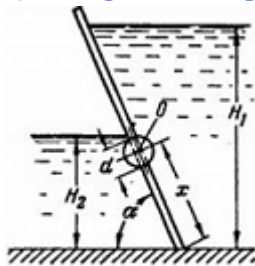

Рис. 2
2. Щитовой затвор должен автоматически опрокидываться для пропуски воды при уровне последней $H_1 \geq 6$ м. Щит поворачивается на цапфах О диаметром $d = 0,4$ м, имеющих коэффициент трения $f = 0,2$. Ширина щита $B = 8$ м, его угол наклона $= 60^\circ$. Под щитом имеется постоянный уровень воды $H_2 = 3$ м (рис. 2).